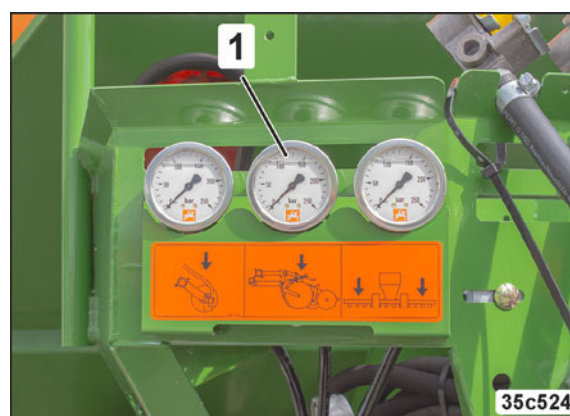

Рис. 84
- по манометру (Рис. 84/1) из кабины трактора или